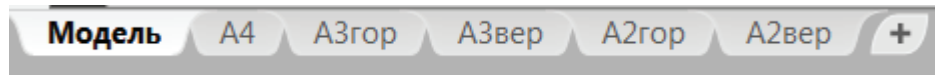

Рис. 2.3.3. Переименование вкладок **Лист**
5. Переименуем вкладки Лист1 в А4, Лист2 в А3 гор (рис. 2.3.3), Лист3 в А3 вер, Лист4 в А2 гор, Лист5 в А2 вер.